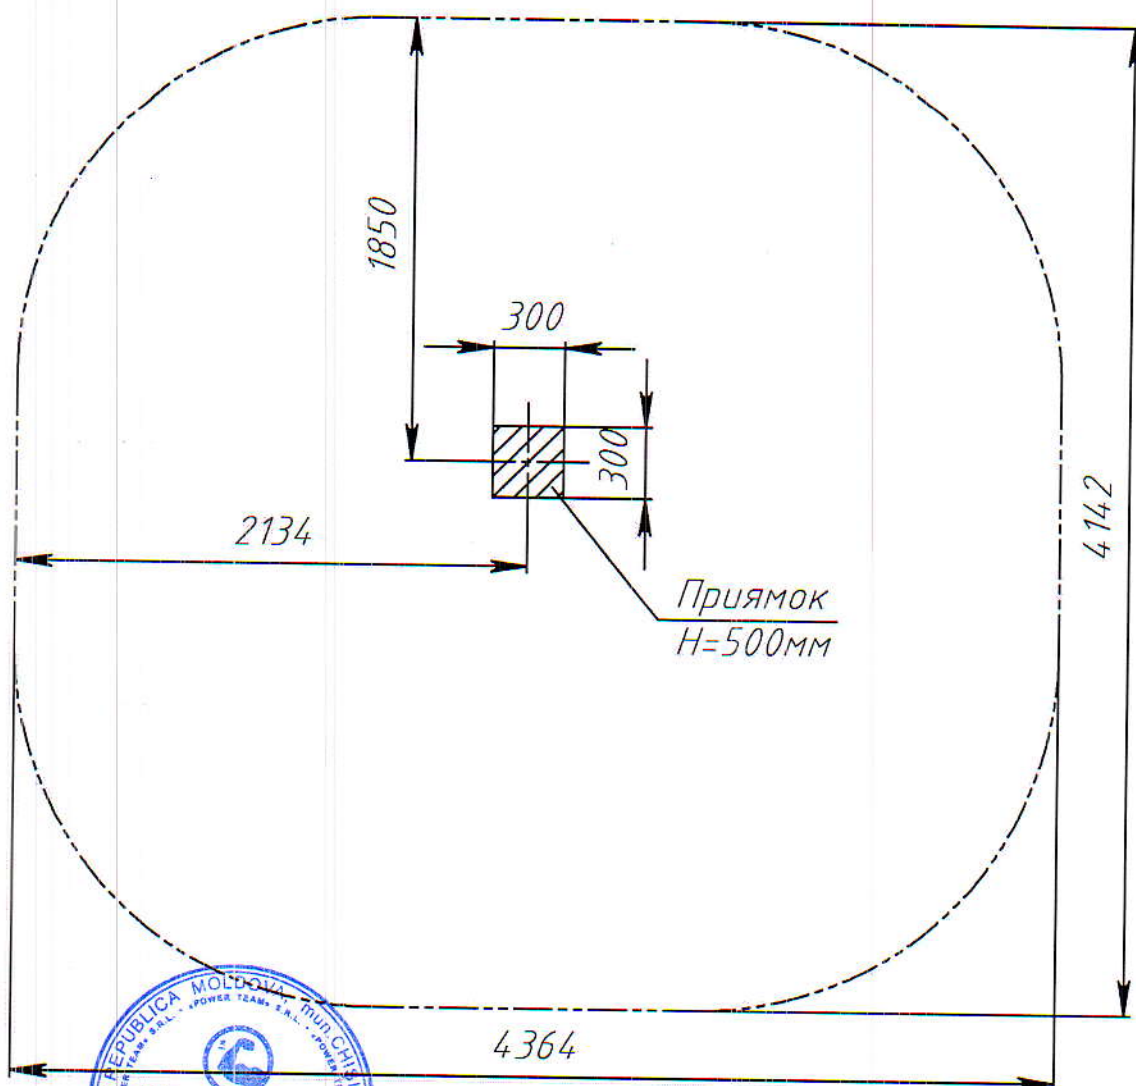

Рис. 3. План фундамента тренажера "Гиперэкстензия + пресс" PTP 504T
3.6. Монтаж тренажера заключается в бетонировании фундаментного блока **6** и закреплении на нем стойки **1**. Фундаментный приямок выполнить в соответствии с планом фундамента (рис. 3).